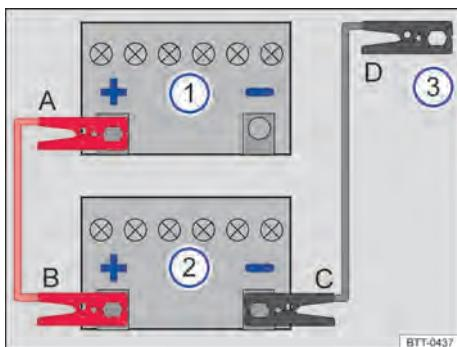

Fig. 190 Esquema para a conexão do cabo auxiliar de partida: bateria do veículo descarregada (1) e bateria do veículo fornecedor de corrente (2).
Conectar o cabo auxiliar de partida somente na sequência A – B – C – D ⇒ Fig. 190.
- Conectar uma extremidade do cabo auxiliar de partida *vermelho* ao polo positivo do veículo com a bateria do veículo descarregada (1) ⇒ .
- Conectar a outra extremidade do cabo auxiliar de partida *vermelho* ao polo positivo da bateria do veículo fornecedora de corrente (2).
- Conectar uma extremidade do cabo auxiliar de partida *preto* no polo negativo da bateria do veículo fornecedora de corrente (2) ⇒ Fig. 190.
- Conectar a outra extremidade do cabo auxiliar de partida *preto* (3) no veículo com a bateria do veículo descarregada na argola de reboque dianteira rosqueada ⇒ Página 315, em uma peça maciça de metal aparafusada firmemente ao bloco do motor ou no próprio bloco do motor - porém não nas proximidades da bateria (1) ⇒ .
Desconectar o cabo auxiliar de partida somente na sequência D – C – B – A ⇒ Fig. 190.